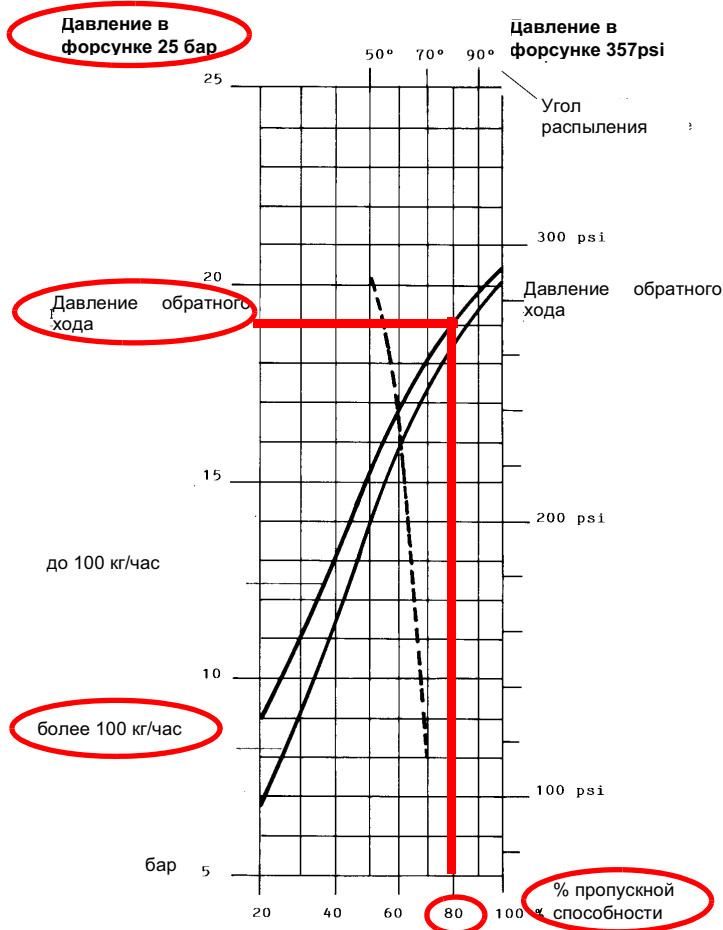

Рис. 27
Расход жидкого топлива регулируется за счет выбора форсунки (противопоточного типа), соответствующего мощности котла и типу применения размера, а также регулировки давления на прямом и обратном ходе жидкого топлива, согласно данным, указанных в таблице и на графике на Рис. 27 (для считывания давления - читайте последующие параграфы).
- 9 Давление питания форсунки уже отрегулировано заранее на заводе-изготовителе и не должно изменяться. Только в случае необходимости, отрегулировать давление питания (см. соответствующий параграф) следующим образом: установить манометр в положение, указанное на Рис. 29, воздействовать на регулировочный винт **VR** насоса (см. Рис. 28) до получения на форсунке давления в 25 бар (форсунки Fluidics - см. графики на Рис. 27);
- 13 Смещать кулачок IV (малое пламя на мазутном топливе) в сторону минимальной мощности, с тем, чтобы сервопривод начал закрываться, до тех пор, пока два подшипничка не совместятся с регулировочным винтом, относящимся к самой низкой точке: закручивать винт **V2** для увеличения расхода, откручивать - для уменьшения, с целью получения значения давления, как на графике на Рис. 27, на основании требуемого расхода.